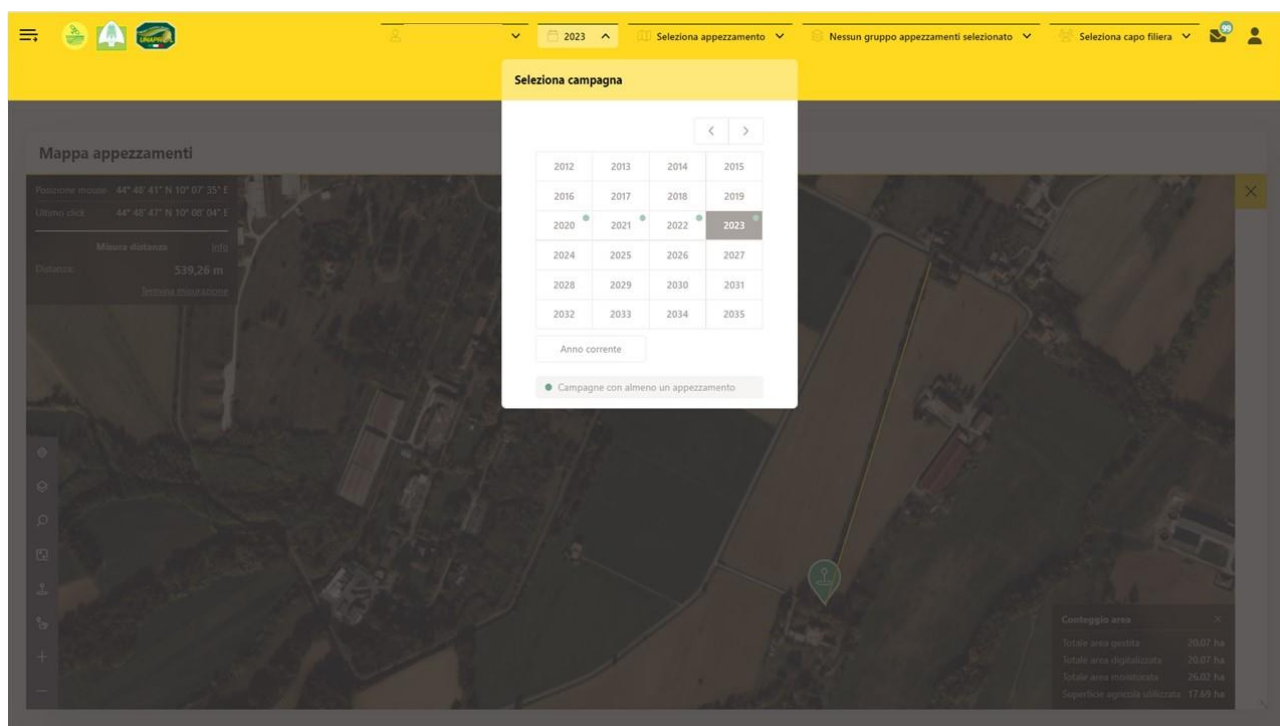

FIGURA 8 - SELEZIONA CAMPAGNA
- selezionare un anno dal menù apertosi. Il menù indica per quali campagne è presente almeno un appezzamento (Figura 8).